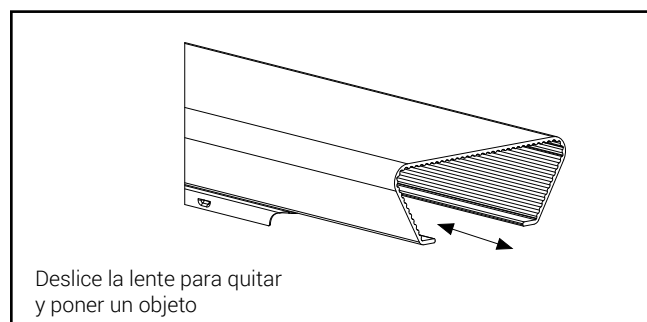

Figura 4.
5. Deslice la lente hacia el extremo abierto (Figura 4).